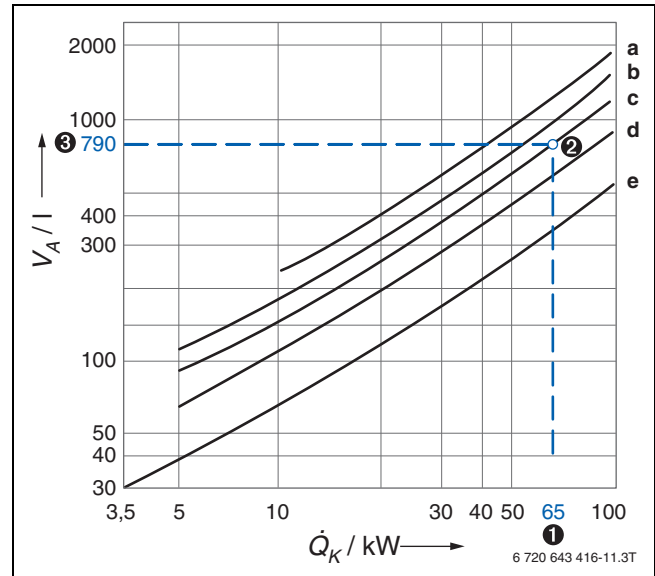

Bild 19 Anhaltswerte für den durchschnittlichen Wasserinhalt von Heizungsanlagen (nach ZVH-Richtlinie 12.02)
In Abhängigkeit von verschiedenen Parametern der Heizungsanlage lässt sich das Anlagenvolumen aus dem Diagramm Bild 19 ablesen.
Das nach Punkt 3 aus dem Bild 19 abgelesene Anlagenvolumen muss kleiner sein als das maximal zulässige Anlagenvolumen. Wenn das nicht zutrifft, ist ein größeres Ausdehnungsgefäß zu wählen.
(→ Bild 19, Kurve c)
- ❸ Erforderlich ist ein MAG mit 35 l Inhalt (→ Tabelle 8), weil hierfür das nach Bild 19 ermittelte Anlagenvolumen kleiner als das maximal zulässige Anlagenvolumen ist.